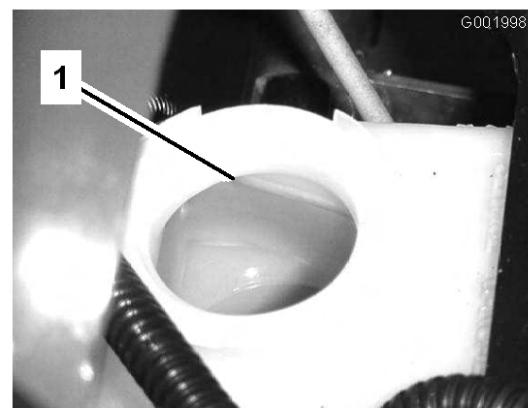

Figura 60
2. Il livello dell'olio deve raggiungere la linea di pieno sul serbatoio (Figura 60).